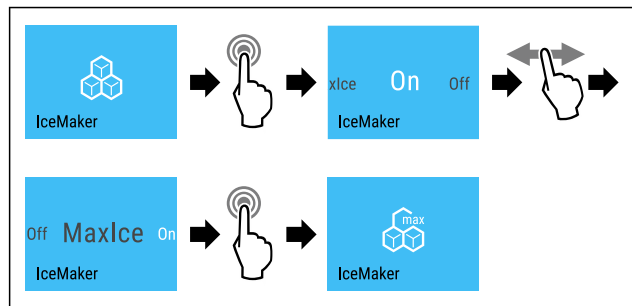

Fig. 18
- Handlungsschritte (siehe Fig. 18) durchführen.